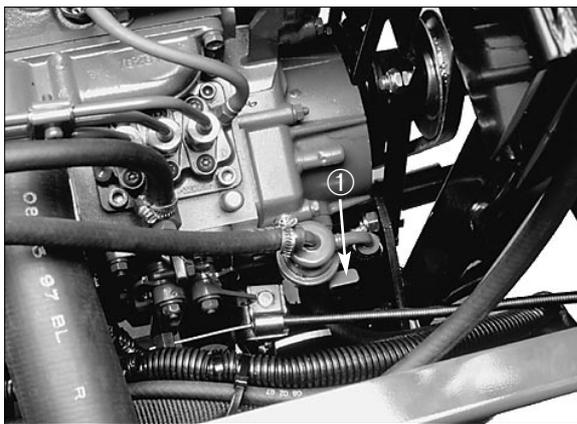

Figure 16
2. Desserrer la vis de purge d'air située en haut du filtre à carburant/séparateur d'eau (Fig. 16).
3. Actionner le levier de la pompe à carburant (Fig. 16) jusqu'à ce que le carburant s'écoule régulièrement autour de la vis. Serrer la vis de purge d'air.
5. Actionner le levier de la pompe à carburant (Fig. 16) jusqu'à ce que le carburant s'écoule régulièrement autour de la vis de la pompe d'injection. Serrer la vis de purge d'air.